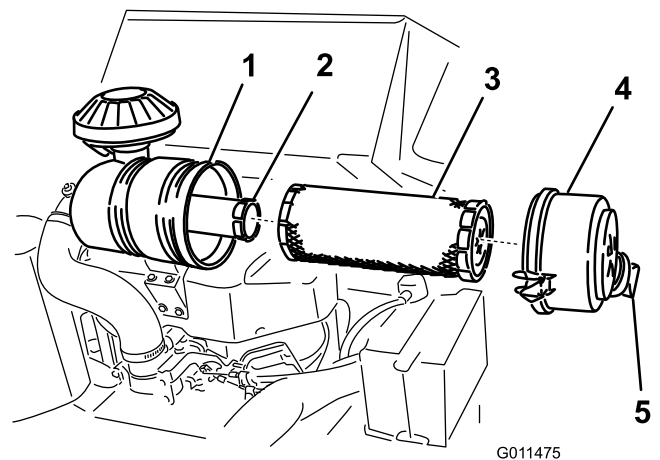

Figura 30
3. Abra los cierres del limpiador de aire y tire de la tapa del limpiador de aire para separarla de la carcasa del limpiador de aire (Figura 30).
1. Extraiga con cuidado el filtro primario de la carcasa del limpiador de aire (Figura 30).
4. Si va a cambiar el filtro de seguridad, deslice cuidadosamente el filtro nuevo en el cuerpo del filtro (Figura 30).
5. Deslice cuidadosamente el filtro primario por encima del filtro de seguridad (Figura 30).
6. Instale la tapa del limpiador de aire con el tapón antipolvo orientado según se muestra en Figura 30, y cierre los ganchos.